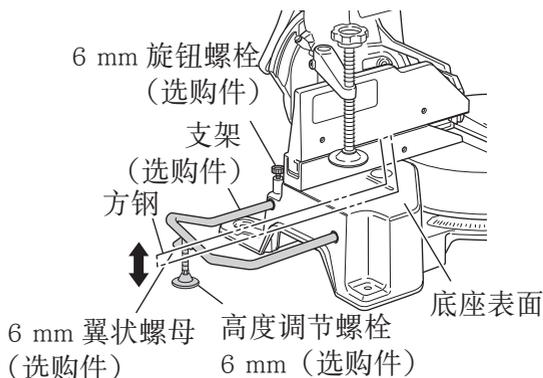

图 25
- (1) 如图 25 所示, 使用方钢来对齐支架的上缘与底座面。松开 6 mm 翼状螺母。旋转高度调节螺栓 6 mm, 并调节支架的高度。
- (2) 调节后, 旋紧 6mm 翼状螺母并用 6mm 旋钮螺栓 (选购件) 固定支架。如高度调节螺栓 6 mm 的长度不足, 则在其下方放置一块薄板。高度调节螺栓 6 mm 的末端不得从支架中突出。